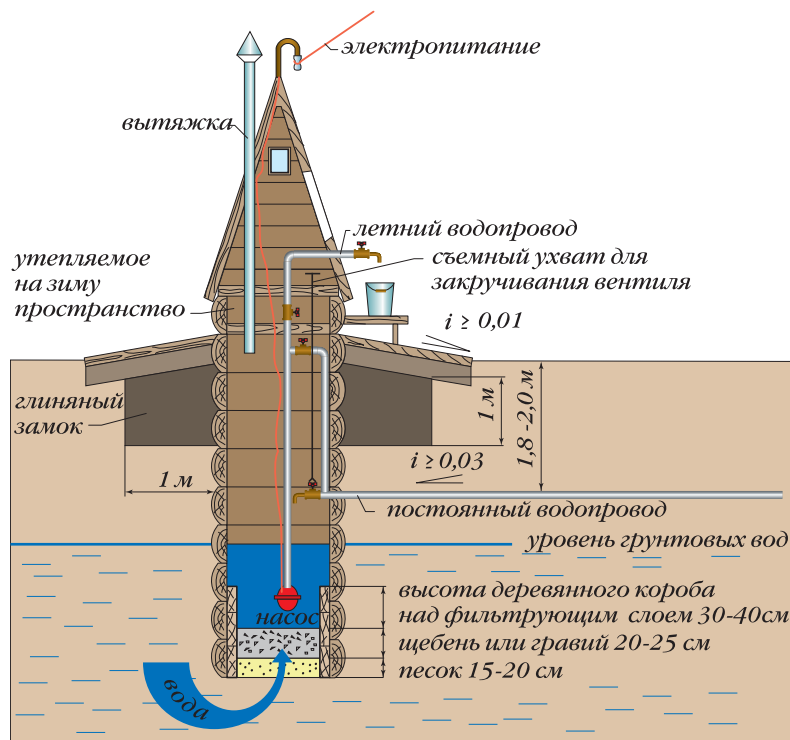

Рис. 54. Водоснабжение из деревянного колодца с закачкой воды электрическим погружным насосом
*Деревянный колодец* (рис. 54). Начинают строительство с рубки сруба, затем делают разметку шахты и глиняного замка. Для сруба выбирают бревна диаметром 18–22 см или пластины (колотые вдоль бревна) толщиной 14–20 см. Для нижней части сруба используют: иву, ольху, березу. Для надводной части — дуб или сосну. Срубы делают «в лапу» и «в угол» («вполдерева»). В процессе сборки сруба отвесом проверяется вертикальность. Деревянный сруб (рис. 54) состоит из отдельных венцов. Число венцов зависит от глубины колодца и толщины применяемого материала. Щели между венцами не конопатят, так как конопатка быстро загнивает и портит качество воды. Когда на поверхности земли сработана часть сруба, вынимают грунт на глубину 1,5–2 метра и опускают туда собранный сруб. Устанавливают ворот или треногу с полиспастом для поднятия грунта из разрабатываемого колодца и опускания (поднятия) рабочих. Затем саперной лопаткой изнутри сруба начинают выбирать грунт: сначала под центральной частью бревен сруба, чтобы подвести под стенки временные опоры из обрезков бревен, потом, когда опоры подведены, начинают вынимать грунт из-под углов сруба и из центра шахты таким образом, чтобы в центре образовывалась яма, в которую будет выдавливаться грунт и стекать вода. Когда